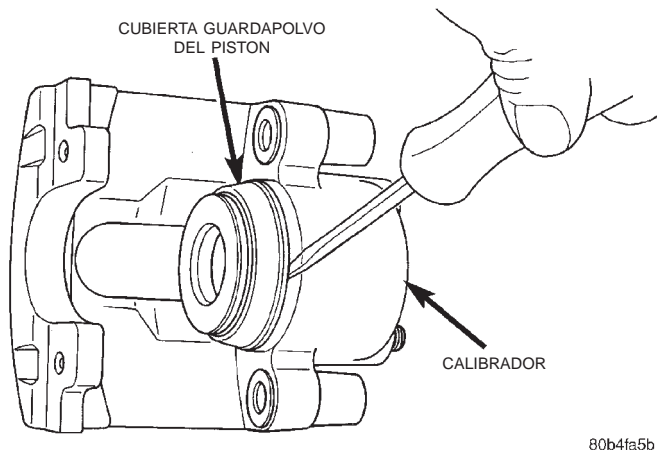

Fig. 74 Desmontaje de la cubierta guardapolvo del pistón del calibrador
(4) Retire la cubierta guardapolvo del pistón del calibrador con una herramienta de palanca adecuada (Fig. 74) y deséchela.